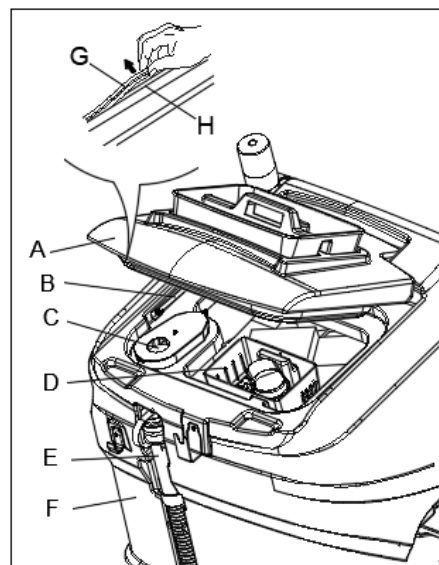

Figura 19
3. Abra la tapa del depósito de recogida (A, figura 19) y asegúrese de que el soporte (B) está funcionando.
4. Limpie la tapa del depósito de recogida (A), el depósito de recogida (F), el filtro de vacío (C) y la caja de recogida de residuos (D). Vacíe el depósito de recogida usando el tubo de vaciado (E).
6. Compruebe si la superficie de contacto de la tira de goma (G) está en buenas condiciones y si el sellado es suficiente. Si es necesario, saque la tira de goma del depósito a través de la ranura (H) y reemplácela. Coloque una nueva tira de goma como se muestra (figura 19), la junta debe volver a la zona media.
7. Cierre la tapa del depósito de recuperación (A).